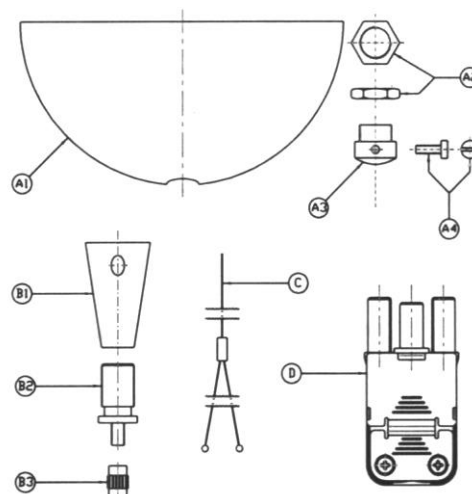

Рис. 2
- Комплект крепежных деталей (рис. 2):
- 2 Y-образных проволоки со сферическими окончаниями для потолочного крепления (C);
- штепсельный разъем для электрического подключения (D).